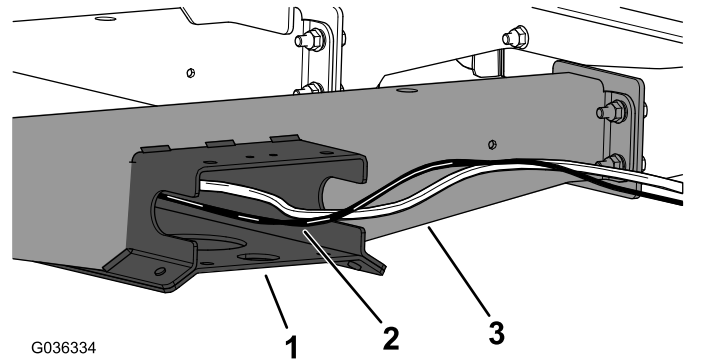

Bild 10
2. Verlegen Sie den Kitkabelbaum entlang der Bodenkanalplatte und durch die Öffnung im Rahmenkanal (Bild 10).